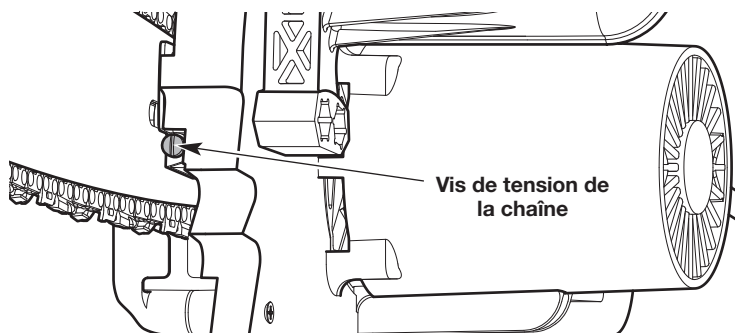
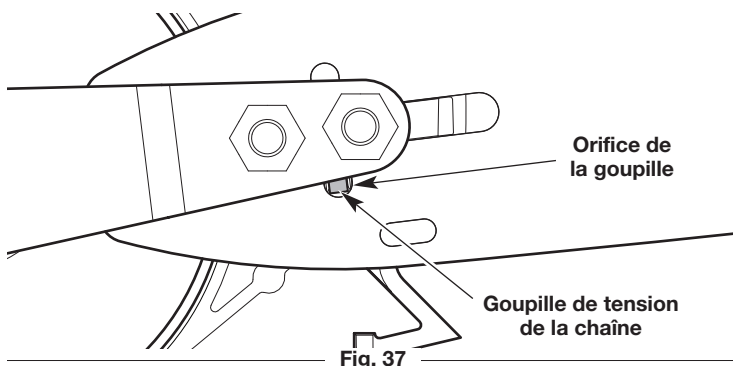

Fig. 32
Fig. 37
2. Tenez la pointe de la tige de guidage et utilisez un tournevis à tête plate pour visser la vis de tension de chaîne (Fig. 32).
1. Utiliser un tournevis à tête plate pour tourner la vis de tension de la chaîne dans le sens antihoraire (Fig. 32) jusqu'à ce que la broche de tension de la chaîne se trouve à l'extrême gauche de la surface de montage (Fig. 37).
3. S'assurer que le goujon de tensionnement de la chaîne se trouve dans l'ouverture du goujon sur la barre de guidage (Fig. 37). Au besoin, tourner la vis de tension de la chaîne pour déplacer le goujon de tensionnement de la chaîne.